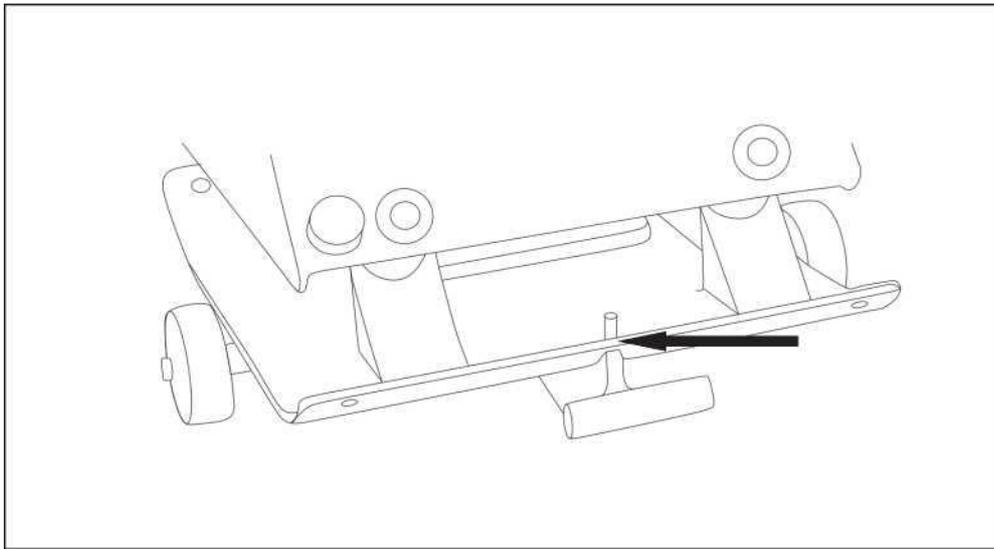

Рис. 7. Установка транспортной тележки
4. Транспортировочная тележка предназначена для транспортирования виброплиты на короткие расстояния по твердой, гладкой и ровной поверхности. Для установки транспортировочной тележки необходимо совместить шпильку с отверстием на рабочей плите (Рис. 7).